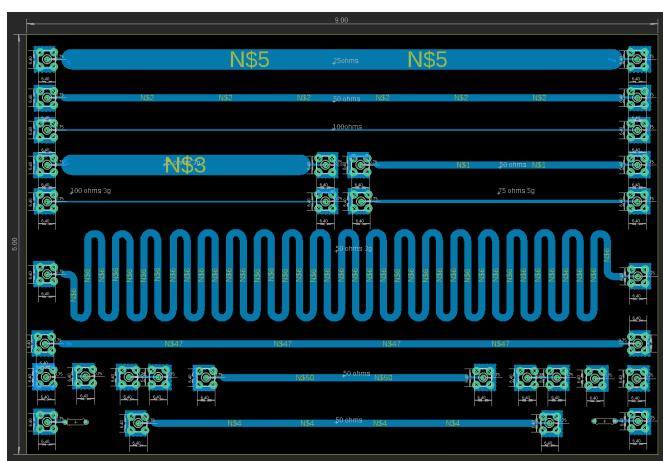

Figura 1: Líneas de transmisión en el software EAGLE.
2. Para abrir el archivo **Lineas.brd** puede ser de dos manera, la primera forma es ubicar el archivo  y con un doble clic el archivo abre sin problema, mientras que la segunda forma consiste en abrir el software Eagle, **File→Open→Board→Ruta del archivo**, sino vea el siguiente video de como hacerlo aquí. En la figura 1 se muestra el resultado de abrir el archivo **Lineas.brd** en el software EAGLE.